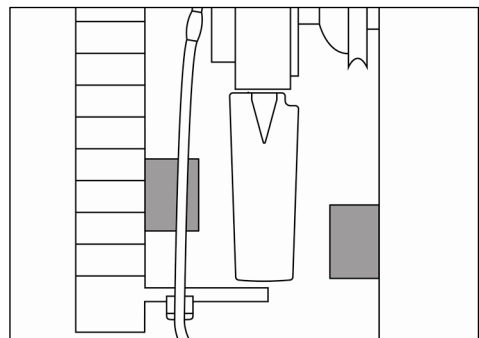

Bild 35
- 30) Kontrollera när bladen står på tvären att de inte kolliderar med några föremål framför eller bakom fläkten (minimum spalt 5 mm (0,196") / se Bild 35).